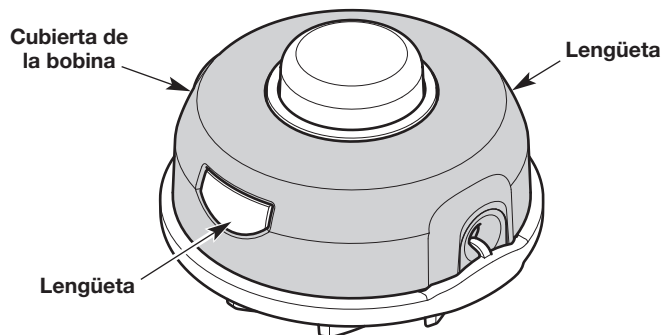

Fig. 19
1. Presione con firmeza ambas lengüetas para destrabar la cubierta de la bobina (Fig. 19). **NO** oprima las lengüetas con un destornillador u otro objeto.